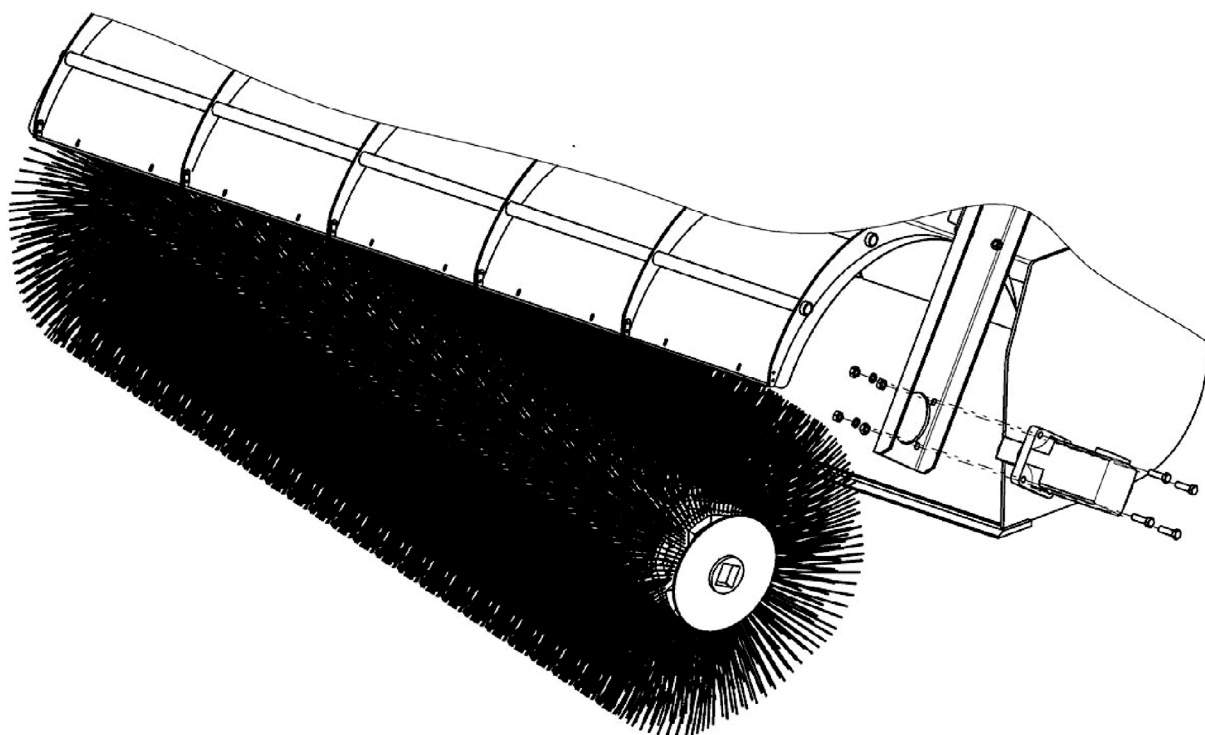

Рисунок 11 - Крепление гидромотора
2. Отверните 4 болта крепления гидромотора привода подметающего катка (Рис. 11). Извлеките гидромотор, и слегка повернув на шарнирной опоре, извлеките подметающий барабан из его посадочного места в подшипнике.